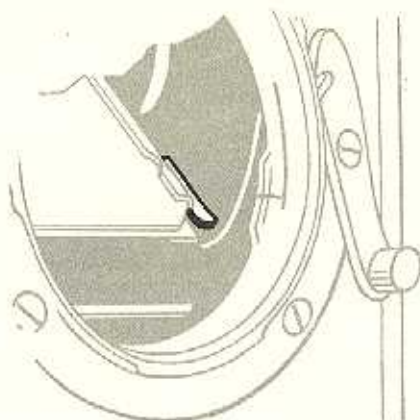

Abb. 1
- a) Beispiel 1: Die größte Schärfe liegt vor dem ∞ -Anschlag des Objektivs: Justierblech am Spiegelboden 370.03 U 13 (s. Abb. 1) nach oben biegen, bis bei der ∞ -Markierung am Objektiv die größte Schärfe gegeben ist.
- b) Beispiel 2: Die größte Schärfe ist am ∞ -Anschlag des Objektivs noch nicht erreicht (d. h. Schärfenpunkt liegt hinter dem ∞ -Anschlag): Justierblech am Spiegelboden (s. Abb. 1) nach unten biegen, bis bei der ∞ -Markierung am Objektiv die größte Schärfe gegeben ist.